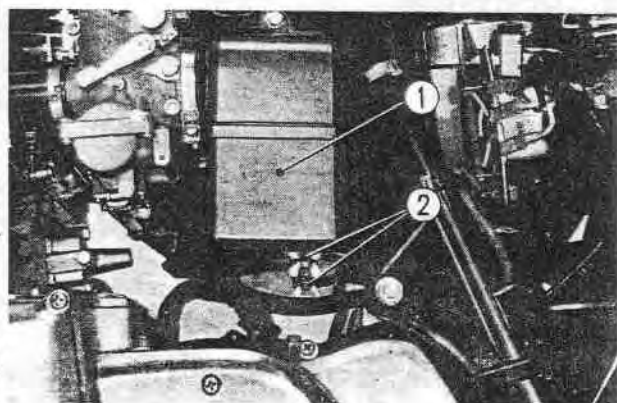

Fig. 15-13 ① Couvercle de filtre à air
1. Déposer le couvercle de filtre à air en dévissant les deux écrous à oreilles enlever l'élément filtrant. (Fig. 15-13)